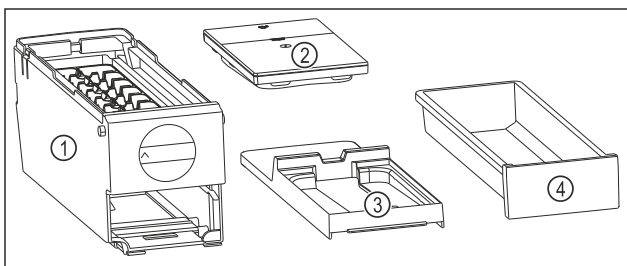

Fig. 119 Bestandteile des EasyTwist-Ice
- ▷ EasyTwist-Ice ist in vier Teile zerlegt. (siehe Fig. 119)
- ▶ EasyTwist-Ice nur in abgebildete Bestandteile zerlegen. (siehe Fig. 119)
- ▶ EasyTwist-Ice-Korpus Fig. 119 (1) als Ganzes reinigen.